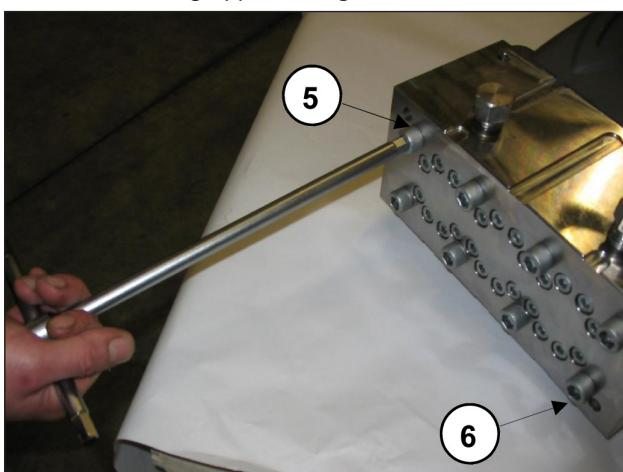

Abb. 17
- Lösen Sie die Befestigungsschrauben des Kopfs M12x260 Pos. 5 und Pos. 6 wie in Abb. 17 gezeigt und ersetzen Sie diese durch zwei Wartungsschrauben - Stifte (Art. 27508200) gemäß Abb. 18. Nehmen Sie dann die übrigen Schrauben ab.